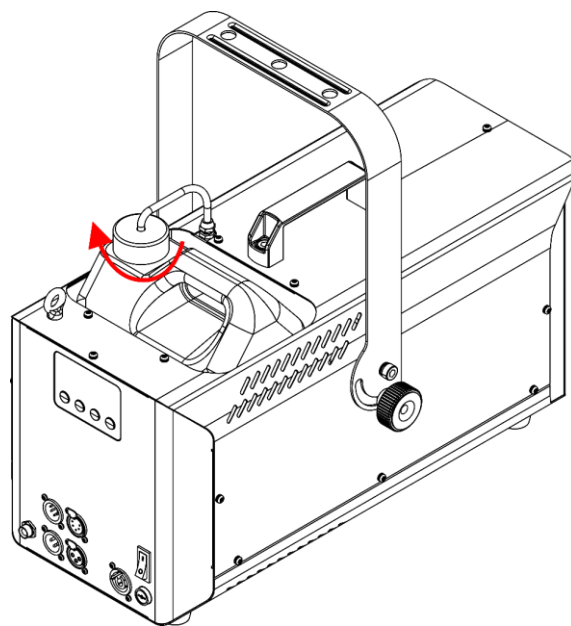

Fig. 19
08) Schroef het deksel weer op de vloeistoftank, zoals getoond in Fig. 19.